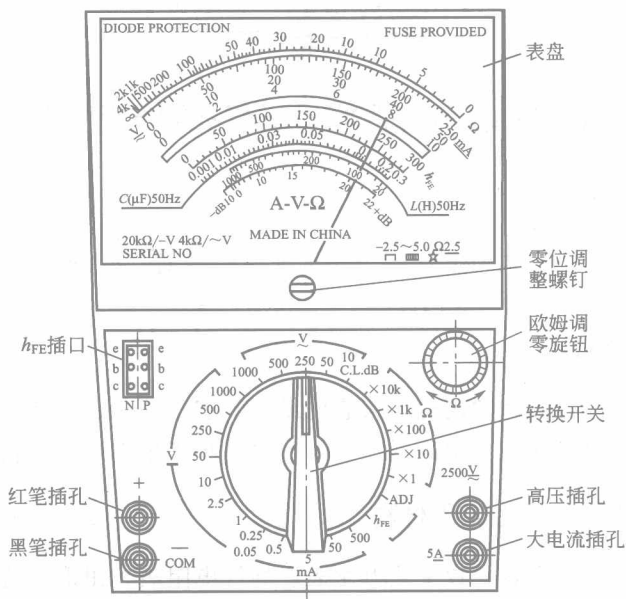

图 1-1 MF-47 型指针式万用表面板图
(1) 指针式万用表
① 指针式万用表的构成 指针式万用表外形如图 1-1 所示。前面板安装有表盘、转换开关、测量笔插孔、零位调整螺钉及欧姆调零旋钮等。
a. 表盘及表面标尺 万用表的各个测量项目都共用一个表盘，MF-47 型指针式万用表的表盘如图 1-1 所示，各测量项目及仪表其他参数均以各种文字和符号表示。它共有 6 个刻度线，从上往下数，第 1 条刻度线为电阻挡专用线，用符号“ Ω ”表示；第 2 条刻度线为交直流电压、直流电流共用线，用符号“V”和“mA”表示；第 3 条刻度线为测量晶体管放大倍数用的，用字母 h_{FE} 表示；第 4 条刻度线为测量电容量用的，用字母“C(μF)”